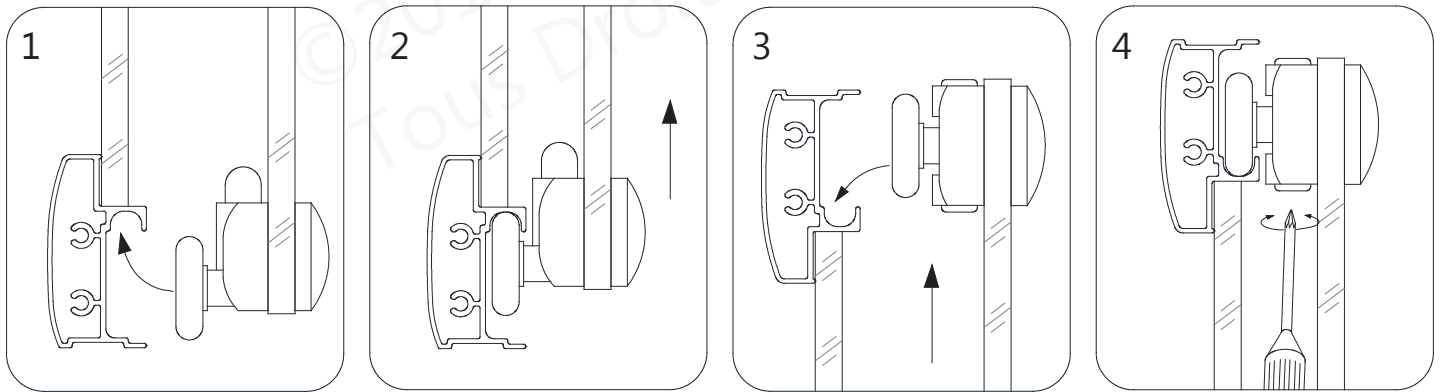

**Fig 11**
**11.** Serrez les **Systèmes de Roulement du Haut et du Bas (N° 17)** à la **Porte Vitrée (N°04)**, en orientant les roulettes vers l'extérieur de la douche. Les roulettes du haut peuvent ajuster le niveau de la porte à l'aide du boulon et de l'écrou autobloquant. La roulette du bas est munie d'un bouton-pressoir pour entrer la roulette dans le **Rail du Bas (N° 03)**. (Fig. 11)
**REMARQUE:** L'**écrou autobloquant** du **Systèmes de Roulement du Haut** (Fig. 7.1) et le **bouton-pression** de du **Système de Roulement du Bas** doivent être orientés **vers le haut**. (Fig 11)